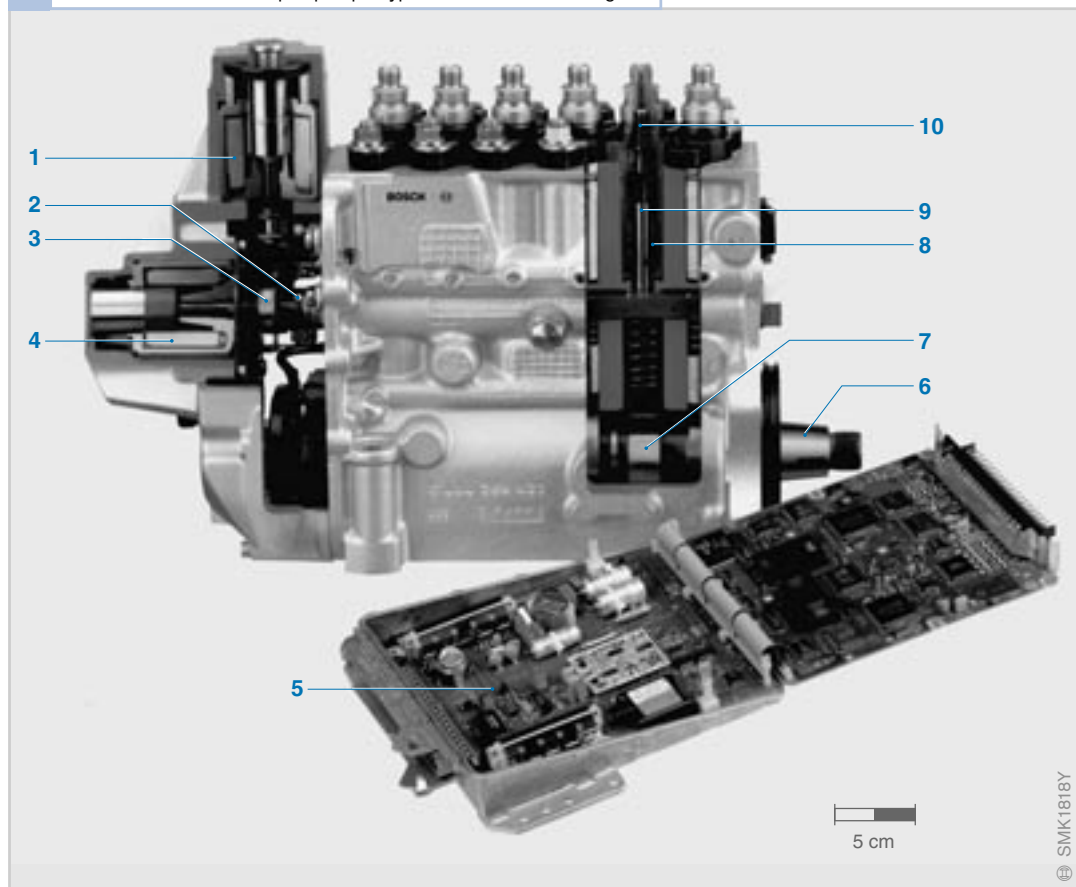

Bild 5
Aus den Eingangsdaten der im Kapitel „Elektronische Dieselregelung EDC“ gezeigten Sensoren und Sollwertgeber ermittelt das Steuergerät (Bild 5, Pos. 5) den Sollzustand der Einspritzpumpe. Es gibt daraufhin entsprechende elektrische Signale an die Stellwerke für Förderbeginn (1) und Einspritzmenge (4) an der Einspritzpumpe weiter.